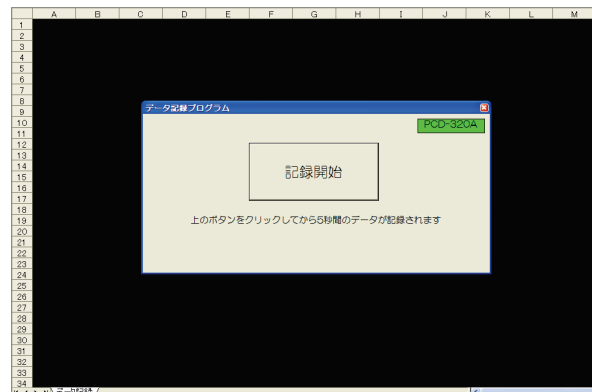

図 2:接続が正常な場合
- データ記録プログラムのフォームが表示される。フォーム右上の「PCD-320A」という文字の背景が緑色(図 2)になっていることを確認する。背景が赤色、白色の場合はコンピュータと PCD-320A (センサからの入力とコンピュータへの出力をつなぐクリーム色のボックス)の接続がうまくいっていないことを意味するので、PCD-320A の電源を一度切り、5 秒ほど待った後に再び入れ直す。